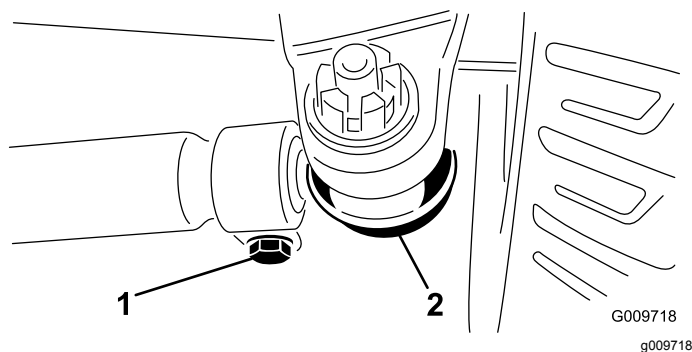

図 89
2. 調整が必要な場合は、タイロッドのボールジョイントのコッターピンとナットを外す 図 89。アクスルケースサポートからタイロッドのボールジョイントを外す。
3. タイロッド両側のクランプをゆるめる 図 89。